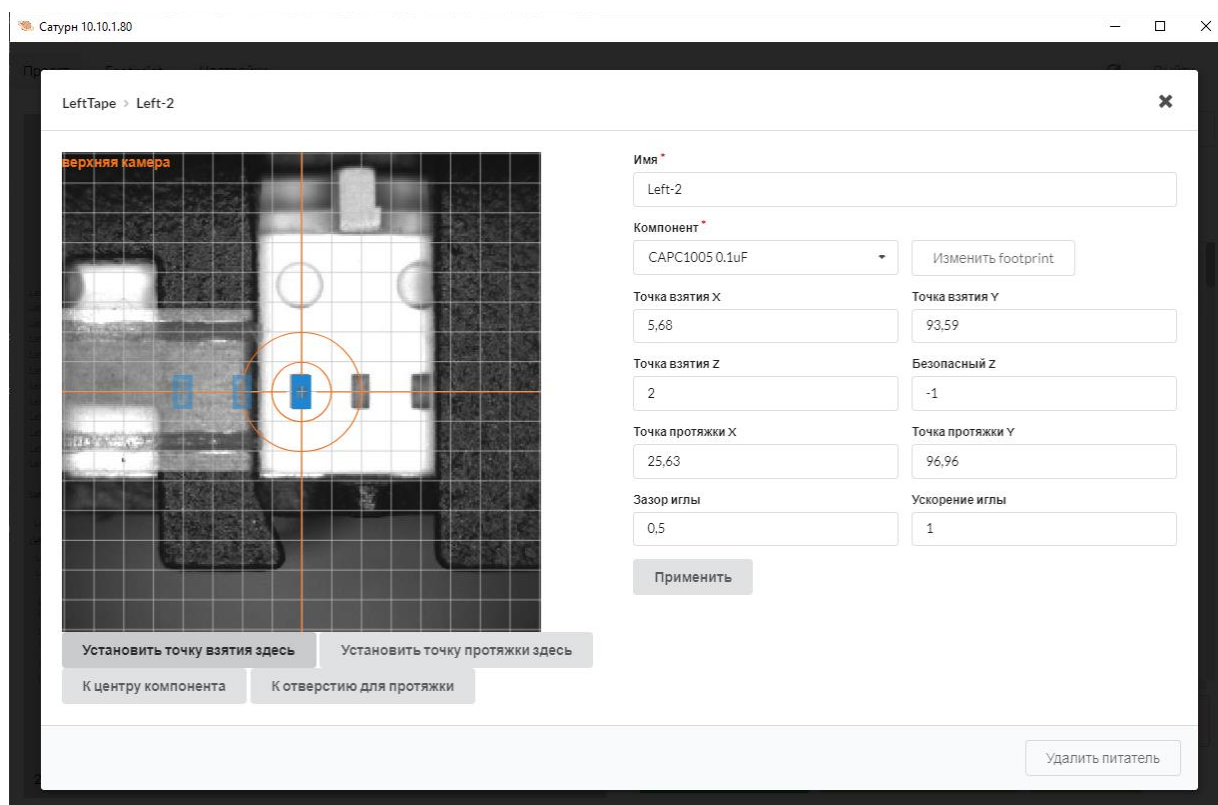

Рисунок 3.41 – Калибровка ленточного питателя (компонент)
- 1) Нажать кнопку "К центру компонента", проверить что изображение компонента синим цветом, находится точно над местоположением компонента в ленте. Если это не так, то переместить компонент в верное местоположение, удерживая левую кнопку мыши, Рисунок 3.41.